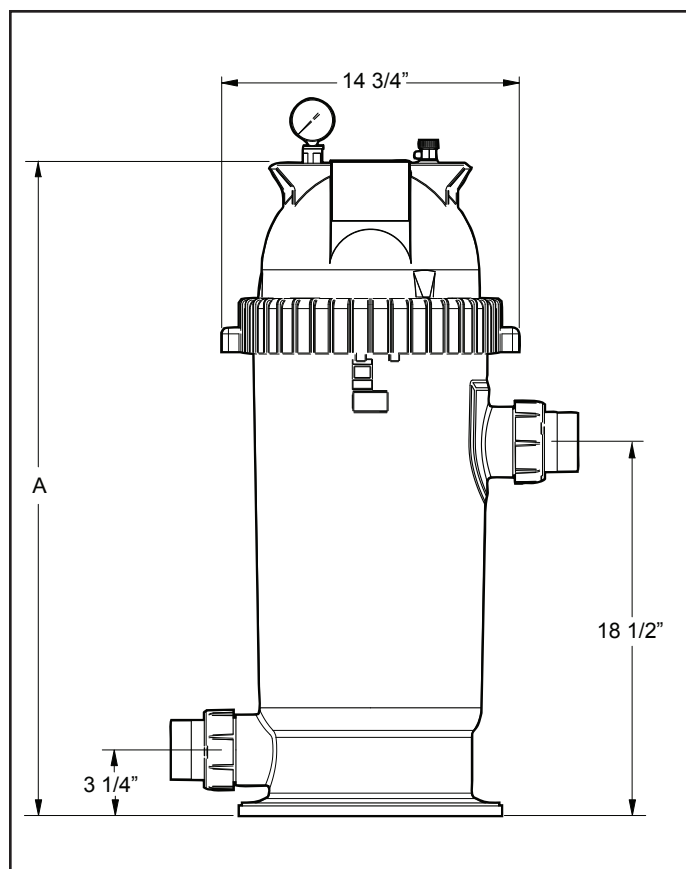

Figura 7. Dimensiones, filtro serie cartucho CS
6. Verifique que no haya obstrucciones ni residuos en el tubo de respiración. De ser necesario, extraiga el tubo de respiración y enjuáguelo con agua corriente hasta liberar la obstrucción o los residuos. Consulte la Figura 7.